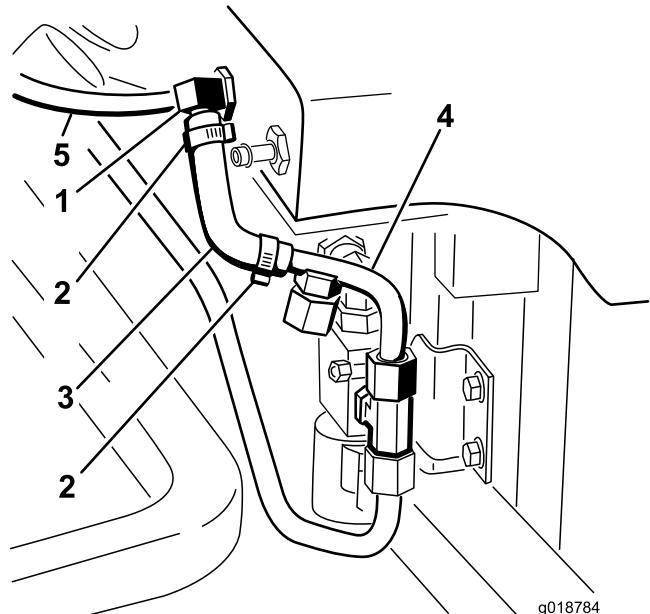

Figura 31
10. Deslice las dos abrazaderas pequeñas sobre la manguera hidráulica pequeña moldeada (Figura 31).
11. Conecte el extremo largo de la manguera moldeada al acoplamiento en T de 90 grados del depósito hidráulico (Figura 31).
12. Conecte el extremo corto de la manguera moldeada al extremo con espiga del tubo hidráulico N° 4 (Figura 31).
14. Instale provisionalmente el tubo hidráulico (manguera N° 5 en el acoplamiento en T pequeño de 90 grados (Figura 31).